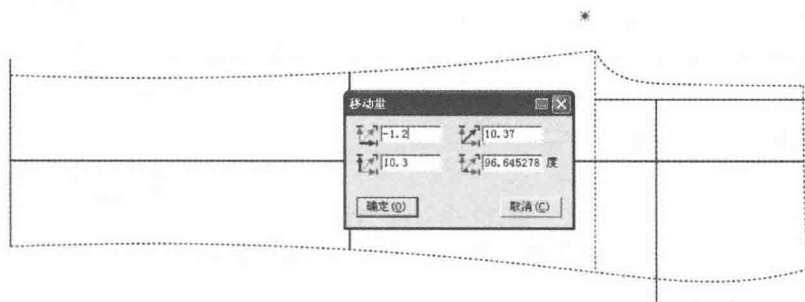

图 7-34 确定后片横裆宽
(28) 选择 【智能笔】工具在横裆线前中交点按【Enter】键, 输入横向移动量 -1.2cm (1.2cm 是落裆量), 纵向移动量 10.3cm (计算公式: $\frac{\text{臀围 } 98\text{cm}}{10} + 0.5\text{cm}$) (图 7-34)。